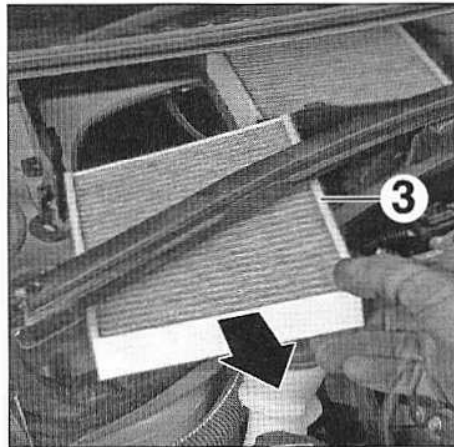

FIG.3
- le premier filtre (3) en le tirant vers soi (Fig.3),